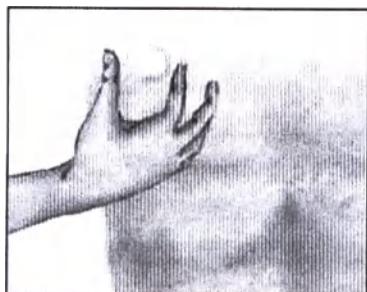
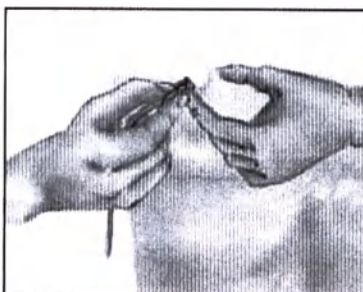
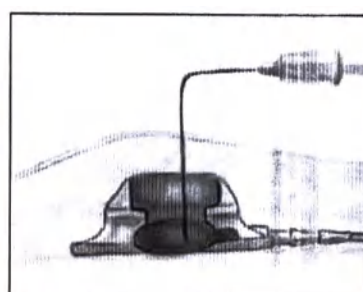

Рис. 6
Рис. 7
Рис. 8
3) Чтобы получить доступ к порту, выделите его верхнюю поверхность (рис. 6). Затем, фиксируя порт большим и указательным пальцами (рис. 7), проколите кожу и мембрану иглой Huber или иглой, поставляемой в наборе. Вход иглы и ее остановку можно различить и почувствовать по тому, как она проходит через мембрану, а потом упирается в металлическую основу. Расположите иглу перпендикулярно пальпируемой поверхности. В таком случае она попадет прямо в центр порта (рис. 8). Для оптимизации доступа мы рекомендуем использовать 25,4 мм иглу Huber.